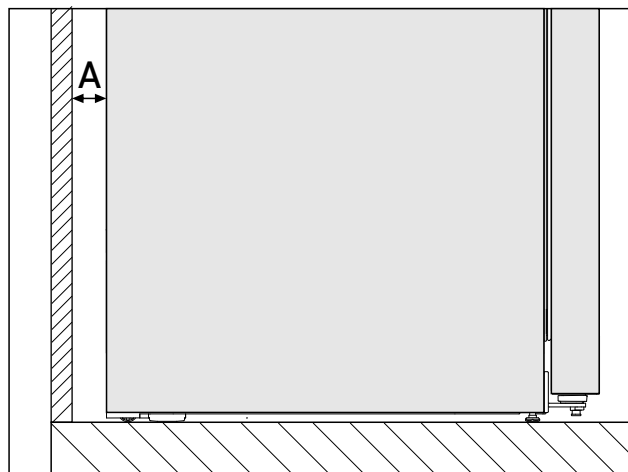

Fig. 3 *
Consumul de energie a fost determinat cu o distanță față de pereți Fig. 3 (A) între partea posterioară a aparatului și perete. Dacă distanța față de perete este mai mică de Fig. 3 (A), acest lucru nu prezintă nicio influență asupra capacității de funcționare a aparatului. În cazul unei distanțe față de perete mai reduse, consumul de energie se poate mări nesemnificativ și se poate ajunge la formarea condensului pe perețele posterior al aparatului.*